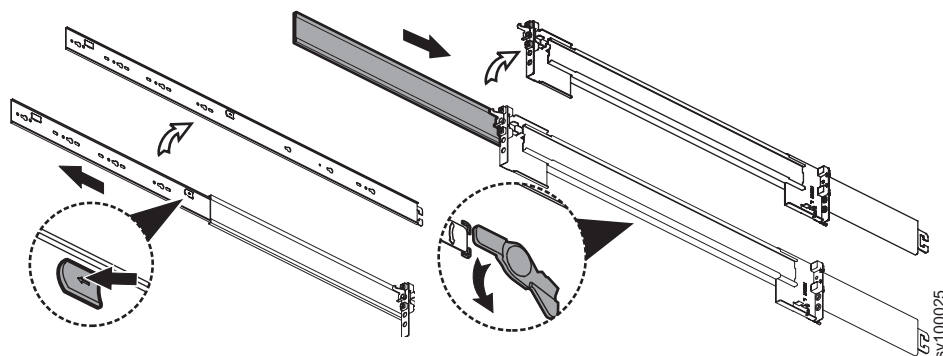

图 22. 拆下内部导轨部件
3. 拆下一个导轨（包含三个部件）的内部部分，如图 22 中所示。